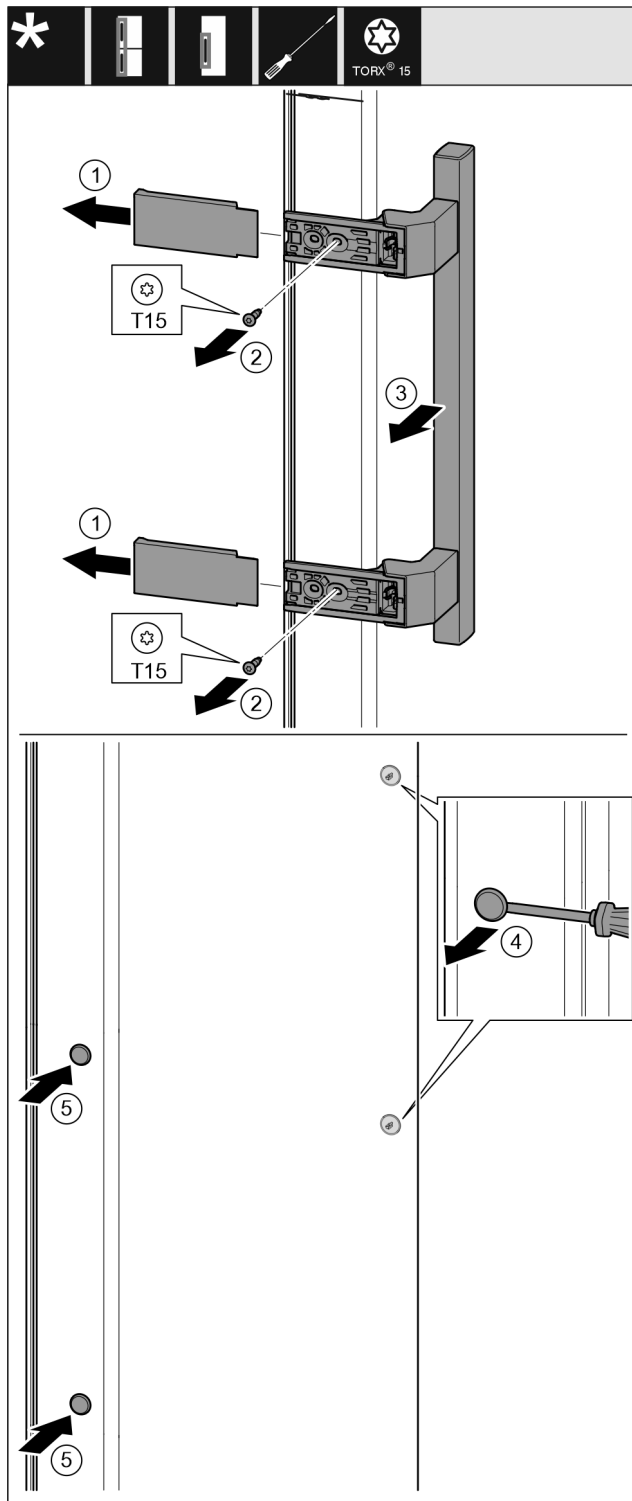

Fig. 17
- ▶ Húzza le a fedelet. Fig. 17 (1)
- ▶ Csavarja ki a csavarokat a T15 csavarhúzóval. Fig. 17 (2)
- ▶ Vegye le a fogantyút. Fig. 17 (3)
- ▶ Óvatosan emelje meg az oldalsó dugókat lapos csavarhúzóval, és húzza ki őket. Fig. 17 (4)
- ▶ Tegye vissza a dugókat a másik oldalra. Fig. 17 (5)